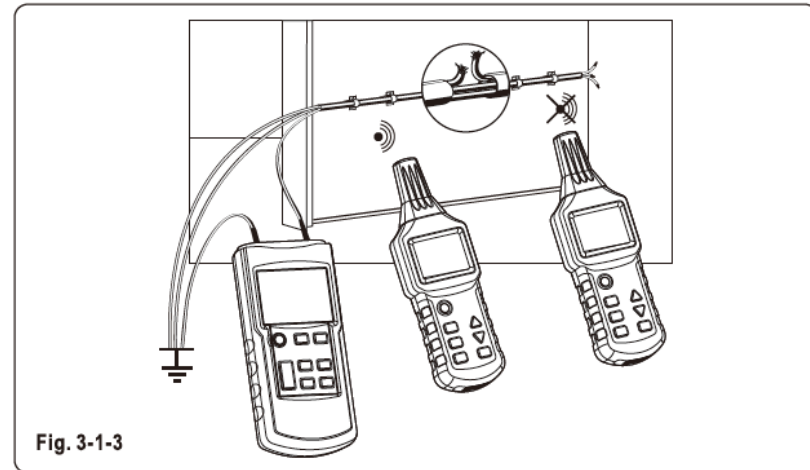

Fig. 3-1-3
- > Alle leidingen die niet nodig zijn, moeten worden aangesloten op de hulpaarding volgens Fig. 3-1-3.
- > Sluit de zender aan op één kabel en op een hulpaarding volgens fig. 3-1-3